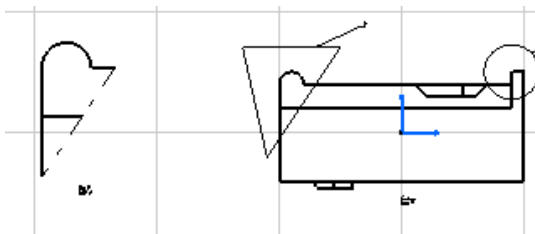

图 7-10
(2) Detail View Profile （点击  右下方倒三角形），用 Profile 选择详细查看部位（见图 7-10）。